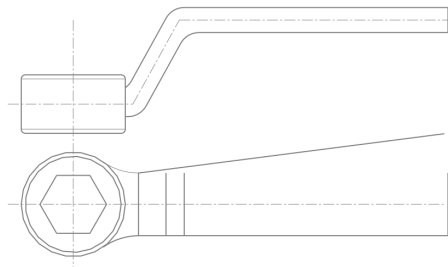

图 3-52 打开素材模型
(1) 单击常用工具栏中的【打开】按钮，打开一幅素材模型，如图 3-52 所示。